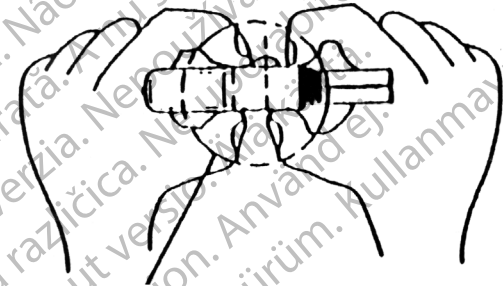

Abbildung 4-44. Biege-Methode
1. Deaktivierungsknopf auf der Kontrollpumpe ertasten und Zeigefinger darüber platzieren (auf der Schlauchseite) (**Abbildung 4-44**).